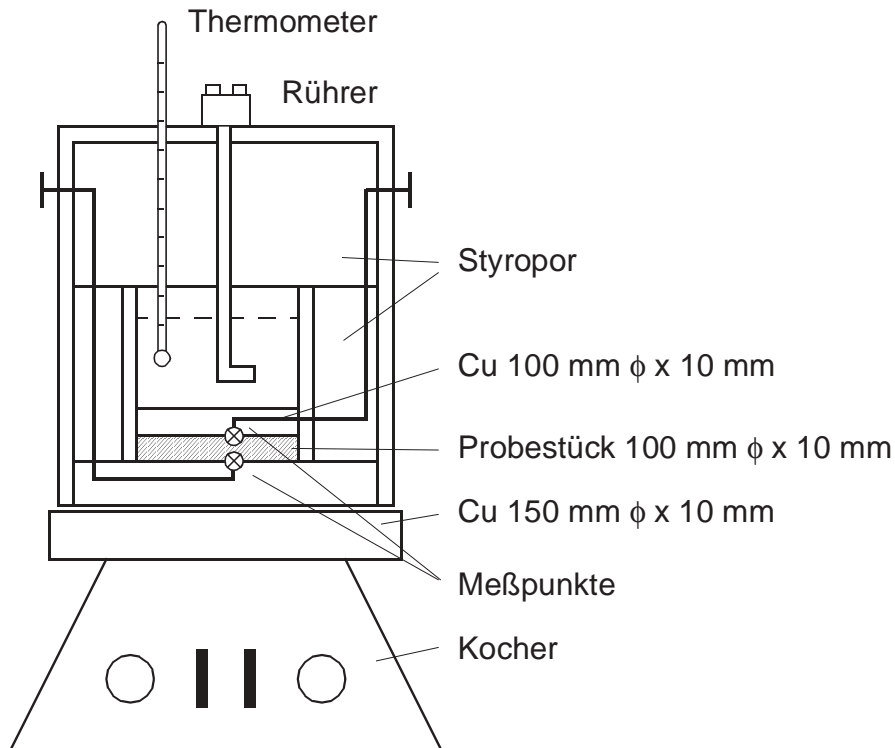

Abb. 1: Schematischer Versuchsaufbau
9. Erklären Sie den Aufbau und die Funktion der Messapparatur (siehe Abb. 1).